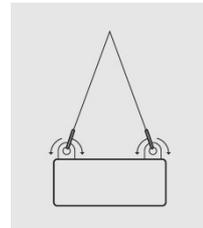

Bild 1: Richtig
- » Schäkeln sollen nicht benutzt werden, wenn die Belastung nicht in Richtung der Längsachse verläuft (siehe Bild 1 und 2).